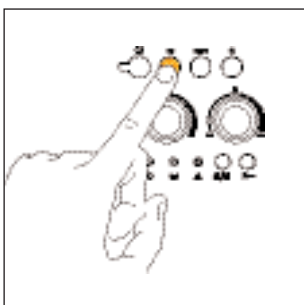
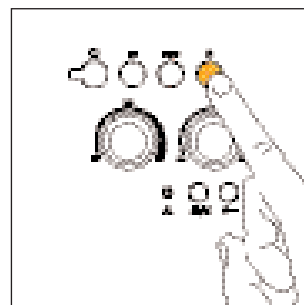
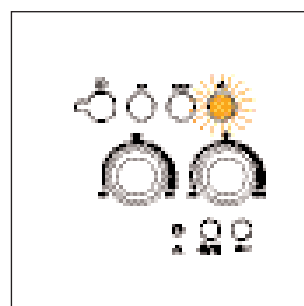

Fig. 12
Fig.21
Fig.22
- 5) Tryck på knappen  (fig. 12) om du ska laga en kopp espresso eller på knappen  (fig. 13) om du ska laga 2 koppar. *Espressomaskinen mal nu bönorna, utför en kort för-infusion och matar sedan ut kaffet.*
ANM 4: Du kan när som helst avbryta utmatningen genom att trycka på den av knapparna  (fig. 12) och  (fig. 13) som du tidigare tryckte på.
ANM 5: Om du vill öka mängden kaffe i koppen när utmatningen är klar håller du den av knapparna  (fig. 12) och  (fig. 13) som du tidigare har tryckt på intryckt tills du erhåller önskad mängd (detta måste göras inom 3 sekunder efter det att kaffet har slutat matas ut).
- Tryck sedan på ångknappen (fig. 21). Kontrollampen  (fig. 22) börjar blinka för att visa att maskinen håller på att värmas upp.
- När önskad temperatur har uppnåtts avbryter du utmatningen av ånga genom att vrida reglaget medsols så långt det går (fig. 6) och trycka på ångknappen  (fig. 21) för att koppla bort ångfunktionen.
ANM 1: Omedelbart efter det att du har lagat cappuccino och kopplat bort ångfunktionen genom att trycka på ångknappen  (fig. 21) håller maskinen för hög temperatur för att laga kaffe. Om du trycker på knappen  (fig. 12) eller  (fig. 13) för att göra mer kaffe blinkar de gröna kontrollamporna  och  för att visa att temperaturen inte är den rätta, och du måste vänta i ungefär tio minuter tills maskinen svalnar något.